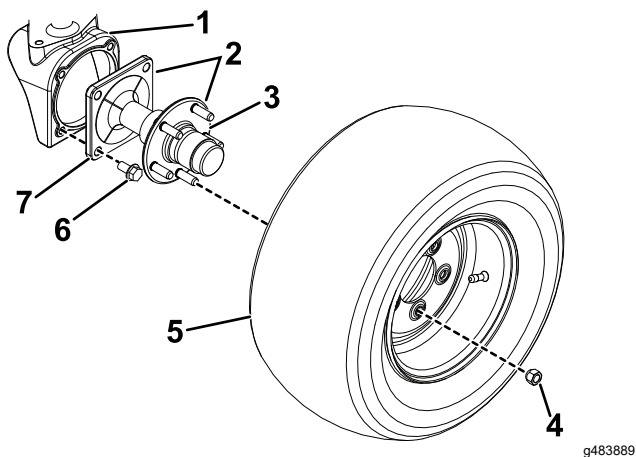

Figure 1
2. Retirez les 5 écrous qui fixent chaque roue arrière au moyeu (Figure 1). Déposez les roues.
- Déposez les moyeux de fusée des logements de moteurs de roues en retirant les 4 boulons à embase qui fixent chacun d'eux en place (Figure 1).